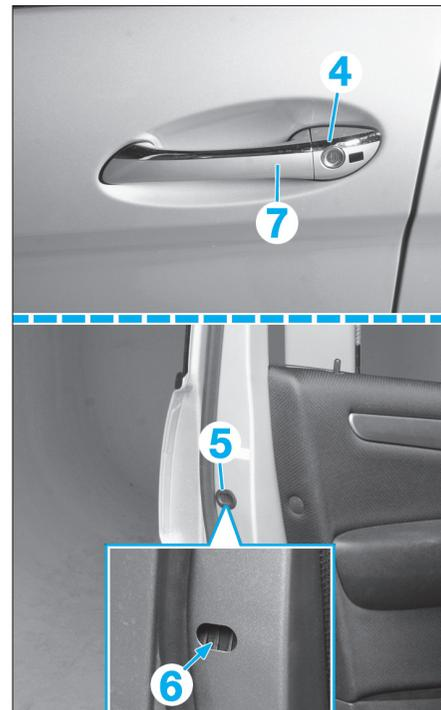

FIG. 44
- Rebrancher la commande de lève-vitre et abaisser la vitre jusqu'à ce que les vis (2) soient accessibles par les orifices.
- Déposer les vis (2).
- Débrancher la commande de lève-vitre et les différents connecteurs attenants à la platine-support (3).
- Déposer le guidage (4) de la poignée extérieure de la porte ; pour cela (**Fig.44**) :
- déposer le bouchon (5),
- desserrer la vis (6) jusqu'à ce que le guidage (4) soit détaché,
- tirer la poignée de porte (7) et sortir le guidage (4) de la porte.
- appliquer du produit de freinage (Loctite 262) sur le filet de la vis (6) (Fig.44),